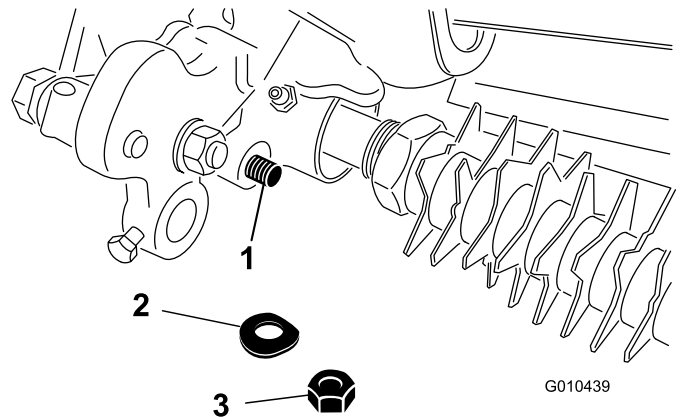

图 4
4. 卸下将剪草高度臂组件的杆端固定到疏草刀驱动组件上的锁紧螺母和垫圈图 4。